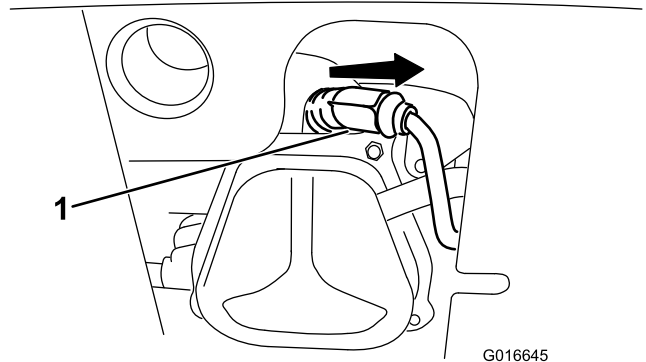

Figura 36
1. Retire el protector de goma (Figura 36).